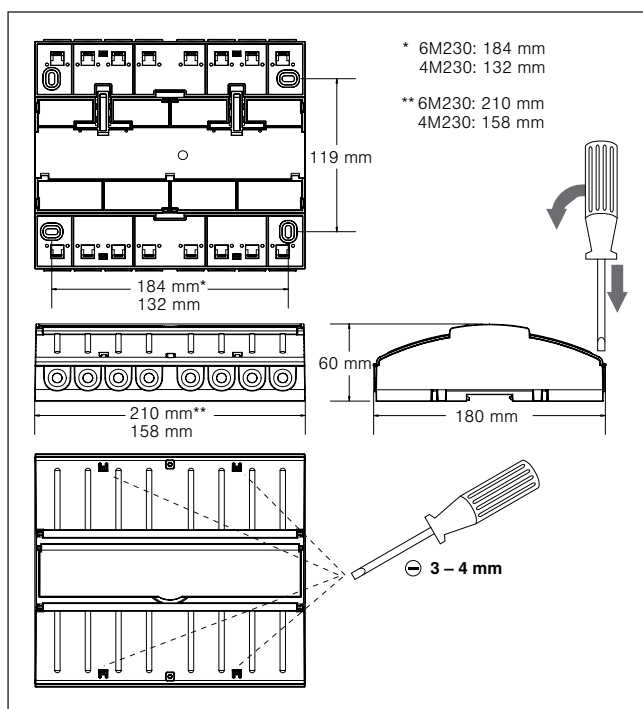

Abb. 4 Abmessungen AP-Gehäuse
- AP: Führen Sie einen Schlitzschraubendreher (Klinge 3 – 4 mm) in die jeweilige Deckelöffnung ein (siehe Abb. 4) und hebeln Sie den Klappdeckel vorsichtig auf. Wiederholen Sie den Vorgang für die zweite Öffnung des Deckels. Wenn beide Verrastungen gelöst sind, lässt sich der Deckel aufklappen. Den zweiten Deckel können Sie auf die gleiche Weise öffnen. Alternativ kann die AP-Variante auch auf einer Hutschiene (TH 35-15 nach EN 60715:2001) montiert werden.